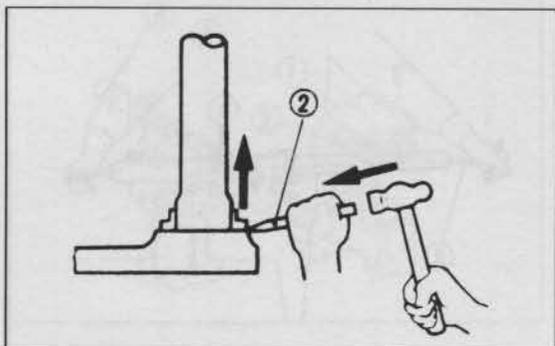

Bild 187
- ⚠ Räder auf Zentrierständer lagern, Seiten- und Höhenschlag mit Messuhr prüfen (Ver-schleissgrenze jeweils 2,0 mm; Bild 187). Unrund laufende Räder richten lassen.